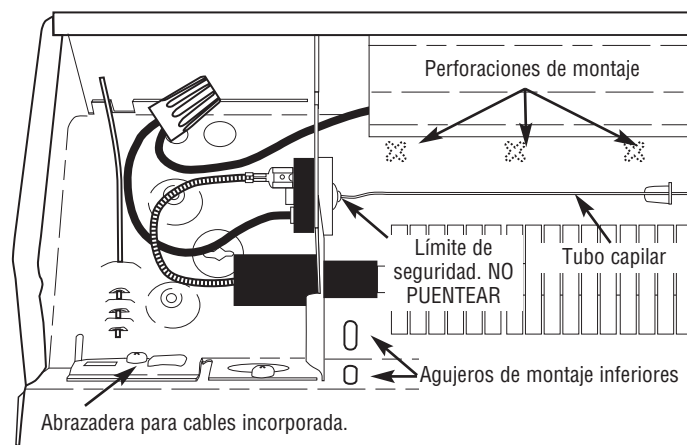

Figura 4: Compartimiento de cables izquierdo
10. Al montar el calefactor, si se utilizan los agujeros de montaje inferiores (vea la Figura 4), asegúrese de que los tornillos no dañen los cables de alimentación eléctrica de la zona que está detrás del calefactor.
11. No retire ni pantee el control de límite de seguridad, ya que esto podría crear en el calefactor un riesgo de incendio; vea la Figura 4.
5. Afloje el tornillo de la abrazadera para cables incorporada (Figura 4) o retire el prepunzonado adecuado del compartimiento de cables del calefactor. Instale el cable de alimentación eléctrica en el compartimiento de cables, dejando al menos 152 mm (6 pulg.) de cable para la conexión al calefactor. Para instalar dos cables de alimentación eléctrica usando la abrazadera para cables incorporada, doble la aleta que cubre el segundo agujero hacia arriba y atrás, sobre la pared posterior del compartimiento de cables. Si no usa la abrazadera, instale un dispositivo de sujeción de cables aprobado (no se incluye) en un prepunzonado adecuado.
**NOTA:** se han provisto perforaciones de montaje estampadas en cruz en la parte posterior del gabinete del calefactor, sobre el elemento calefactor, en las ubicaciones de los tornillos de montaje; vea la Figura 4
6. Coloque el calefactor en la ubicación deseada, y fíjelo a la pared mediante tornillos para madera u otros accesorios de montaje apropiados. Localice los travesaños e inserte los tornillos en ellos, si fuera posible. Para calefactores de hasta 1.8 m (6 pies) de longitud, es adecuado colocar un tornillo en cada extremo. Para unidades más largas se necesita un tornillo adicional en el centro. Apriete los tornillos y luego aflójelos al menos  $\frac{1}{4}$  de vuelta, para permitir que el calefactor se expanda y contraiga durante el uso. Para el caso en que la unidad se monte sobre el piso, se incluyen dos agujeros de montaje adicionales en cada extremo, debajo del elemento calefactor (vea la Figura 4). Instale un tornillo adicional en cada extremo para una mejor estabilidad, asegurándose de aflojar cada tornillo al menos  $\frac{1}{4}$  de vuelta.